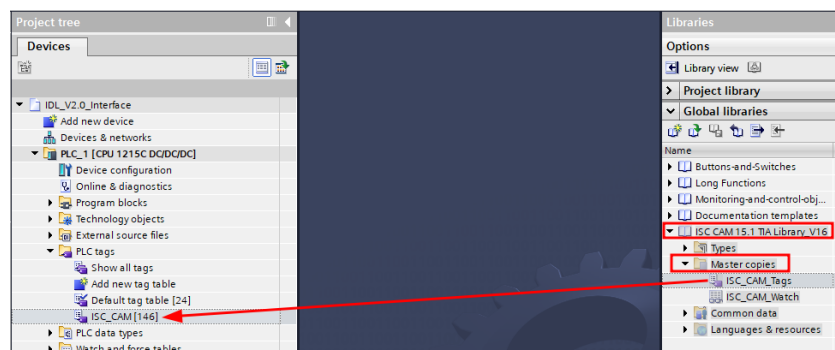

Figure 16: Adding ISC CAM PLC Tags to Project
‘全球库’中，见图16。”
36. 打开 “TIA LIBRARY_15.1_ISC_CAM_v2” 库，图16。”
37. 打开“Master copies”，图16。
38. The “ISC_CAM_标签可以拖放到项目的PLC标签中，见图16。